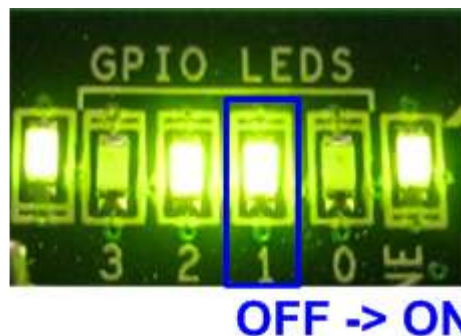

図 4-12: "send\_udp\_client"実行中の LED 状態
- テスト・アプリケーションの動作が開始すると図 4-12 のように LED[1]が OFF から ON となります。